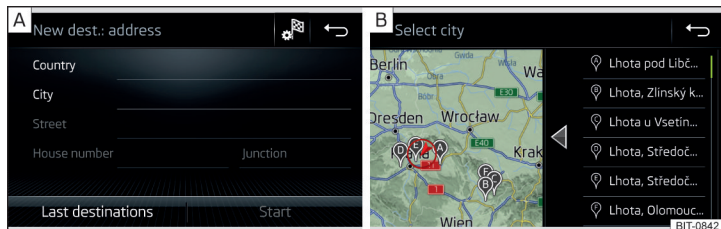

Fig. 214 Introducir destino a través de la dirección: Menú principal / Lista de los lugares seleccionados
- ▶ Introducir la dirección de destino y luego confirmar » fig. 214 - **A**.
Dependiendo de la cantidad de los lugares buscados puede visualizarse automáticamente un mapa con una lista de los lugares solicitados » fig. 214 - **B**.